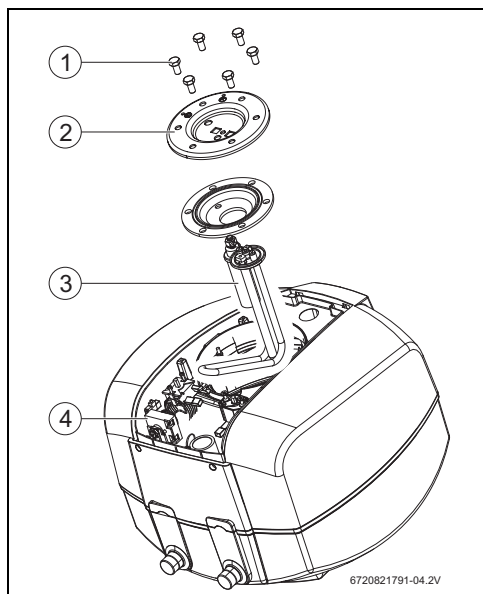

Fig. 14 Accès à la partie intérieure et marquage des éléments
- ▶ Enfoncer entièrement la touche de réarmement (fig. 14, [4]).